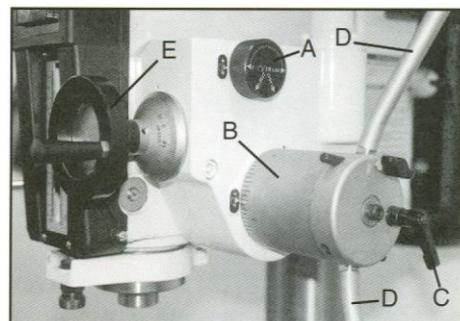

Рис. 13
Для просверливания нескольких отверстий одной заранее заданной глубины используйте ограничитель глубины (С, Рис.13).
Ослабьте рукоятку (С, Рис.13) поверните шкалу (В, Рис.13) на необходимую величину глубины сверления и снова затяните рукоятку.
Точное перемещение пиноли шпинделя можно осуществлять поворотом рукоятки (Е, Рис.13), при этом рукоятки (D, Рис.13) должны быть в отогнутом положении.
При ручном перемещении пиноли переключатель (А, Рис.13) должен находиться в нейтральном положении (автоподача «0»).
Выберите необходимую величину оборотной подачи переключателем (А, Рис.13).
Включите подачу, отогнув рукоятки подачи (D, Рис.13).
Если автоматическая подача не используется, отключите блок поворотом рукоятки (А, Рис.13).
- Винт перемещения ось X (С, Рис. 13)